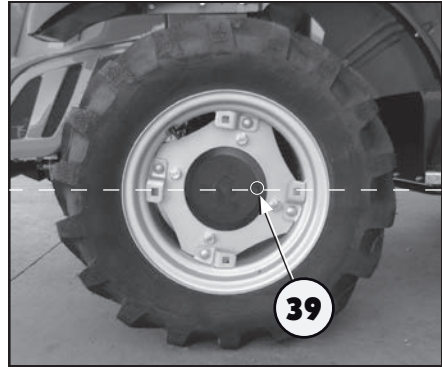

Abb. 6.43
- Den Traktor so positionieren, dass sich der Stopfen (39 Abb. 6.43) im tiefst gelegenen Bereich des Traktors befindet;